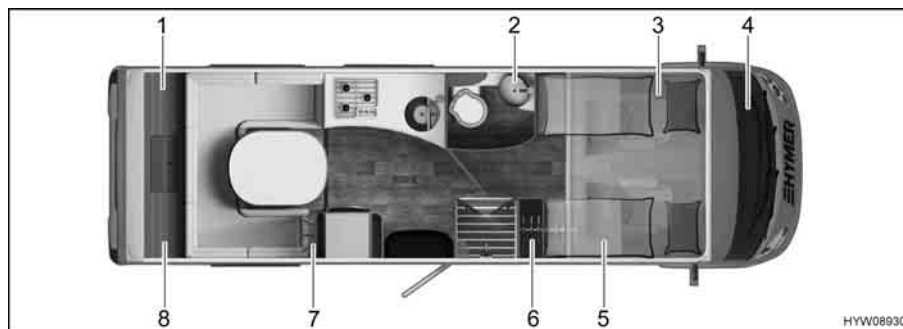

Fig. 192 Posizione delle valvole di sfiato
- nel garage di coda (Fig. 192,1 e 8)
- nell'armadio del lavabo (Fig. 192,2)
- nella console del sedile del conducente (Fig. 192,3)
- sotto a una copertura presente sul cruscotto (Fig. 192,4)
- nel vano a destra del sedile del passeggero (Fig. 192,5)
- sotto l'armadio guardaroba (Fig. 192,6)
- nel vano (Fig. 192,7)